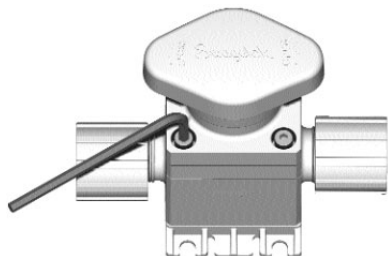
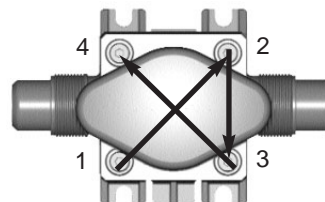

図4
図5 十字交差の順序
3. 六角レンチを使用し、十字交差の順序でソケット・ヘッド・キャップ・ネジを緩めます (図4と図5参照)。
- トルク・レンチを使用して、下の表に示す締め付けトルク量で3段階に分けてソケット・ヘッド・キャップ・ネジを締め付けます。締め付けは、段階ごとに、図2と図5に示す十字交差の順で行ってください。